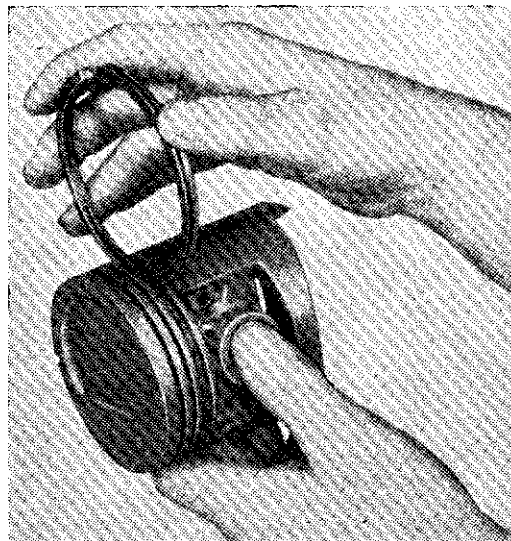

Fig. 19. -- Vérification du jeu des segments dans les gorges
• Vérifier ensuite le jeu des segments dans les gorges (voir fig. 19) et chapitre « Caractéristiques détaillées ».